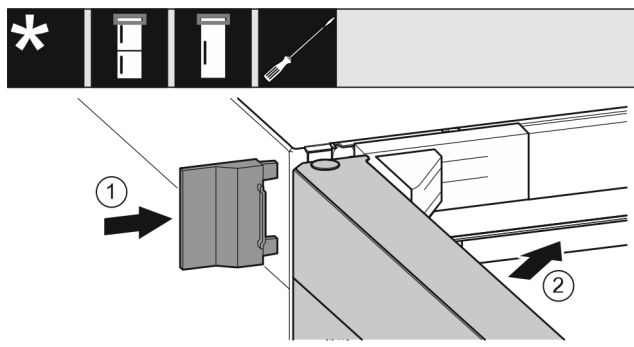

Fig. 25
- Skjut på det yttre skyddet Fig. 25 (1).
- Stäng den övre dörren Fig. 25 (2).